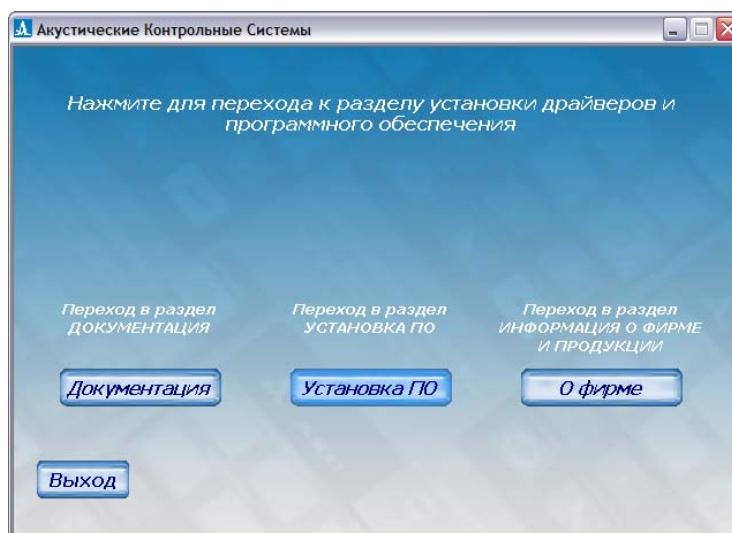

Рисунок 4
- При включенном режиме автозапуска дисков откроется главное окно диска (рисунок 4), в котором следует нажать кнопку «Установка ПО».